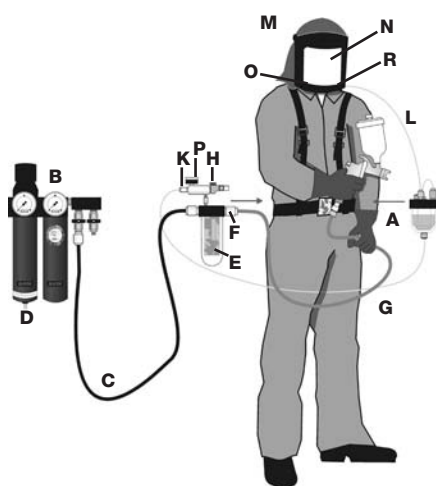
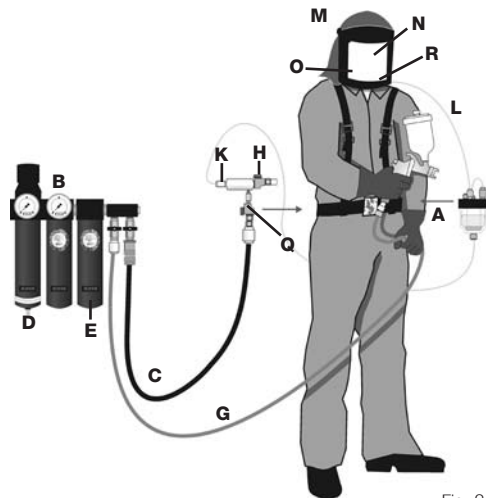

Fig. 1
Fig. 2
SATA vision 2000, Cod. 69500, apparecchio a tubi flessibili per aria compressa EN 270, è composto da respiratore a casco e unità a cintura Cod. 54015 con assorbitore ai carboni attivi, Fig.1, o in alternativa con unità a cintura senza assorbitore ai carboni attivi, Cod. 58941, come da Fig. 2.
Il set respiratore Super SATA vision 2000 è un'efficace protezione sanitaria per la verniciatura e i lavori condotti in ambienti dannosi per la salute. E' costituito da un respiratore a casco ventilato, che viene alimentato con aria filtrata, da una unità a cintura con filtro ai carboni attivi e attacco supplementare per un apparecchio ad aria compressa, Fig. 1, o in alternativa da una parte a cintura senza filtro ai carboni attivi e senza attacco per apparecchio pneumatico, Fig. 2, e da un tubo flessibile di adduzione per aria compressa.
L'utente deve assicurarsi che l'aria aspirata dal compressore sia così priva di gas, vapori e particelle dannose (per es. gas di scarico di motori a scoppio o di inceneritori, vapori di solventi), da garantire i requisiti conformi a DIN EN 12021 riguardo al contenuto di anidride carbonica. Non è consentito l'uso di ossigeno o di aria arricchita di ossigeno. Per eliminare le impurità dell'aria da respirare che provengono dal compressore, come per esempio nebbia d'olio, è necessario montare in aggiunta un filtro per aria compressa con manometro (per es. SATA 444) tra l'assorbitore ai carboni attivi dell'unità a cintura, Fig.1, o in alternativa tra l'assorbitore ai carboni attivi montato a pannello 464 e la rete dell'aria.
Il collegamento tra il sistema di alimentazione dell'aria compressa (B), Fig. 1 e (E), Fig. 2, e la corrispondente unità a cintura (parte a cintura) deve avvenire con il tubo flessibile di adduzione dell'aria compressa autorizzato (resistente al calore, antistatico, resistente a pressoflessione e al calpestio, max 50 m) attraverso raccordi rapidi di sicurezza, per es. SATA Cod. 49080 (6 m).